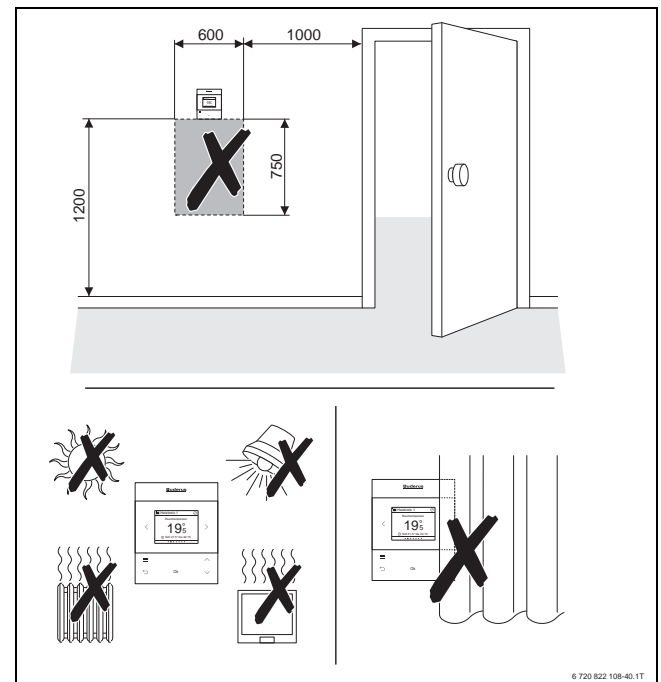

Bild 40 Position der Bedieneinheit RC... im Referenzraum (Maße in mm)
- ▶ Bedieneinheiten für die raumtemperaturgeführte Regelung im Referenzraum installieren (→ Bild 40).